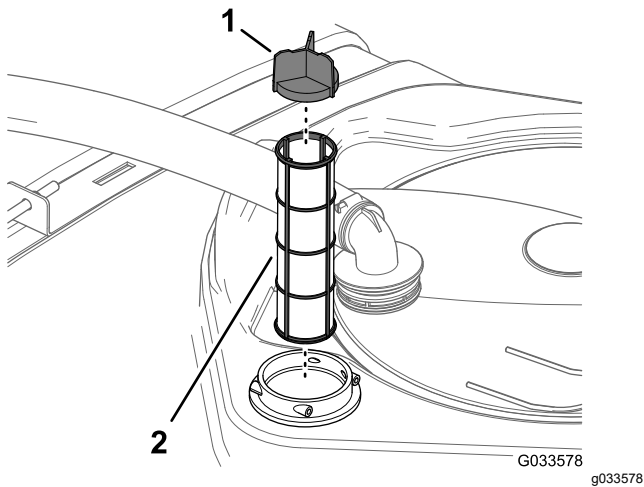

Figure 29
- Sortez la crépine d'aspiration du logement du filtre dans la cuve (Figure 29).